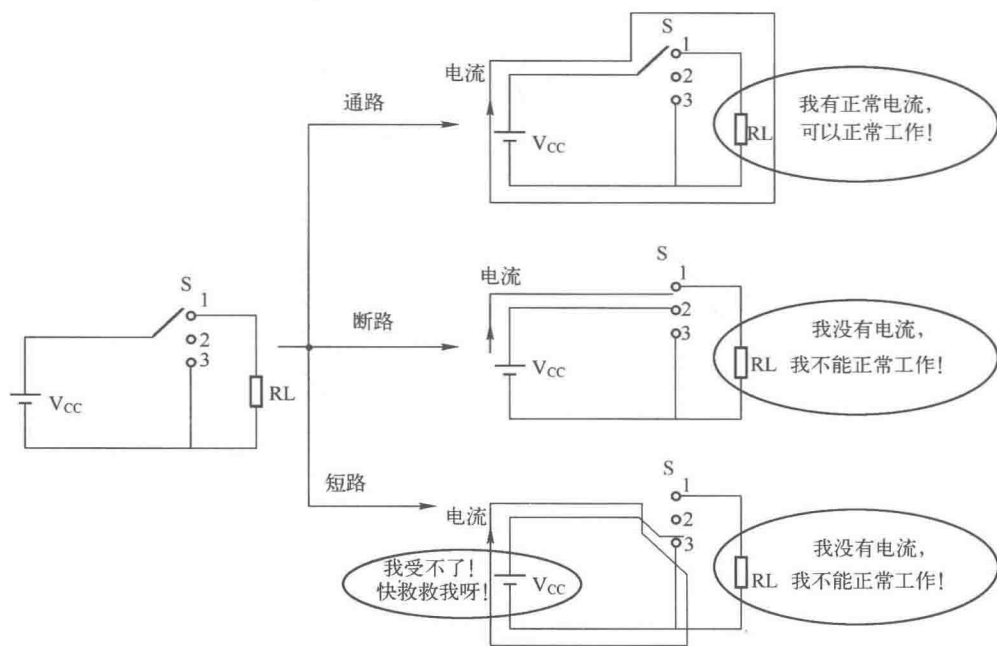

图 1.3 电路的三种状态
电路一般有 3 种工作状态：通路、断路和短路，如图 1.3 所示。
(1) 通路（闭路）：电源与负载接通，电路中有正常的电流通过，电气设备获得一定的电压和电功率。如图 1.3 中开关 S 置于“1”上。必须注意，处于通路状态的各种电气设备的电压、电流、功率等不能超过其额定值。
(2) 断路(开路): 电路断开, 电路中无电流通过, 又称空载状态。如图 1.3 中开关 S 置于“2”上。实际中, 电气设备之间、电气设备与导线之间接触不良也会使电路处于断路状态。
(3) 短路: 电源两端未经负载直接由导线相连接。如图 1.3 开关中 S 置于“3”上。此时, 电路中电流过大, 对电源来说属于严重过载, 导致烧坏电源或其他设备, 所以通常要在电路中安装熔断器等保护装置, 严防电路发生意外短路。